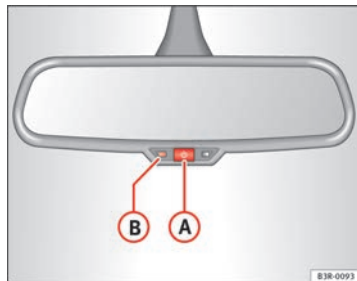

Fig. 102 Retrovisor interior con ajuste para posición antideslumbrante: Testigo de control e interruptor
- Pulse la tecla **(A)** ⇒ fig. 102. El testigo de control **(B)** se apaga.
- Pulse la tecla **(A)** ⇒ fig. 102. El testigo de control **(B)** se enciende.